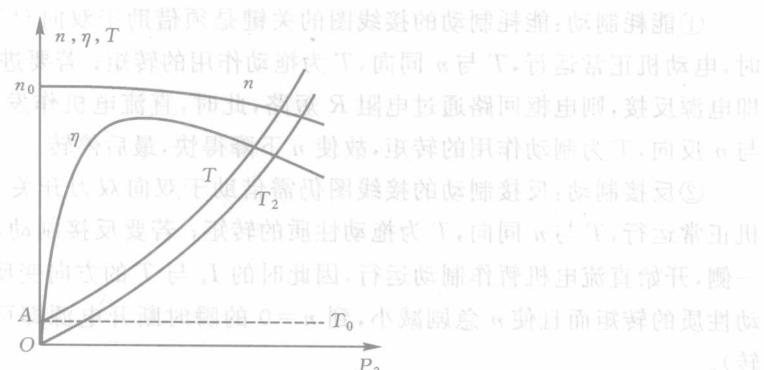

图 1.9 直流电动机的工作特性曲线
(1) 工作特性:当 $U=U_N, R_f+r_f=\text{常数}$ 时,改变负载后, n, T, η 分别随 P_2 变化的关系称之为工作特性。其曲线如图 1.9 所示。